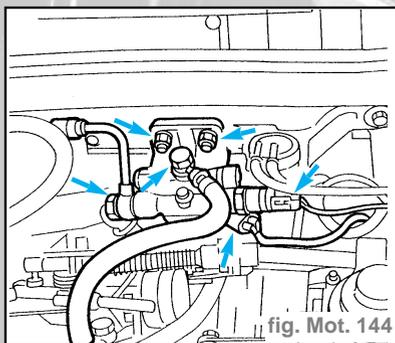

fig. Mot. 144
- Débrancher les deux connexions électriques ci-dessus, dévisser les écrous, débrancher les deux raccords de carburant puis déposer le filtre à gazole (fig. Mot. 144).